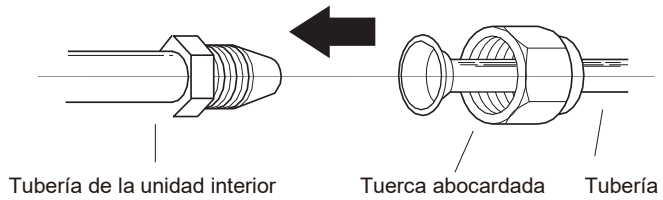

Figura 5.7
1. Alinee el centro de las dos tuberías que conectará. Consulte la **Figura 5.7**.